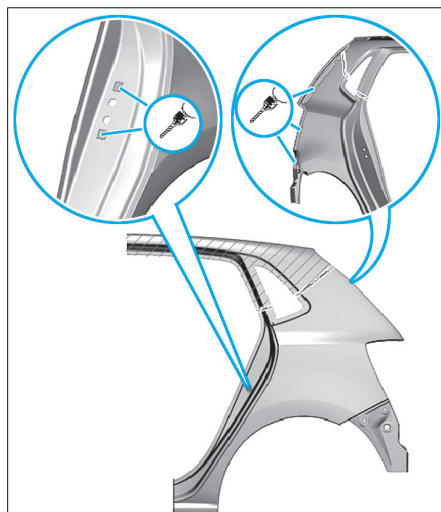

FIG. 94
- Préparer les zones d'accostage (Fig.94).